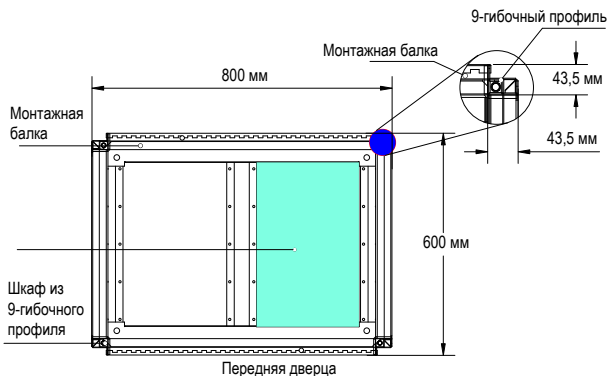

Рис. 4-11 Шкаф для моделей в контейнерах T11~T12 (вид сверху)
1	Установите перекладину для крепления ПЧ в шкаф с девятикратным профилем (см. Рис. 4-11).
- A. Рекомендуется использовать шкаф с девятикратным профилем (PS cabinet). На рис. Рис. 4-11 показано поперечное сечение девятикратного профиля.